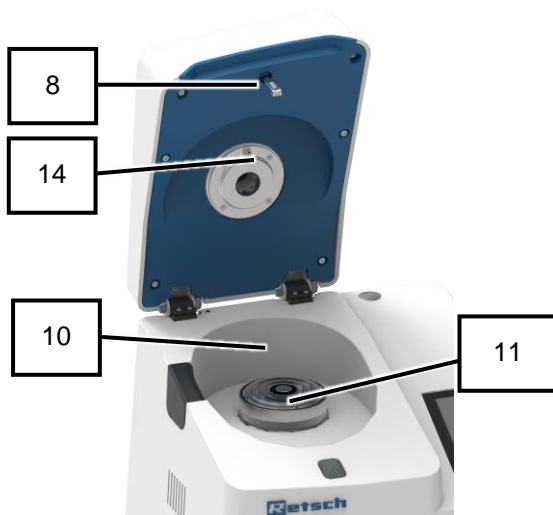

图57：内腔
6. 用毛刷清洁设备护罩下方的锁闭柱塞(8)(图57)。
7. 用毛刷清洁设备护罩(2)下方和转子轴(10)一旁的温度传感器(14)(图57)。
8. 用吸尘器清洁转子轴(11)(图57)。
9. 用吸尘器清洁内腔(10)和设备护罩(2)的底侧(图57)。